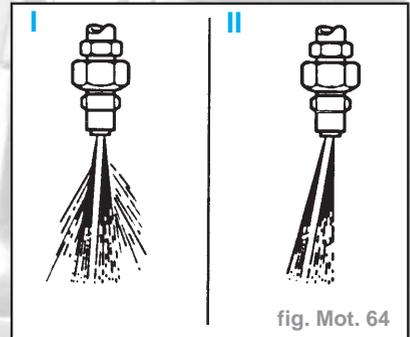

fig. Mot. 64
- Manomètre de pression fermé. Lors d'un mouvement de manette rapide de l'appareil de contrôle, le jet d'injection doit être propre et sortir finement pulvérisé sous forme de cône étroit, sans dispersion (fig. Mot. 64) :